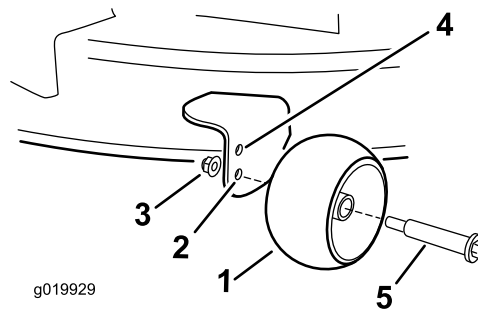

Bild 18
- Oberes Loch: Verwenden Sie diese Stellung mit dem Mähwerk in der Schnitthöheneinstellung 63 mm oder niedriger (Bild 18).
- Unteres Loch: Verwenden Sie diese Stellung mit dem Mähwerk in der Schnitthöheneinstellung 76 mm oder höher (Bild 18).